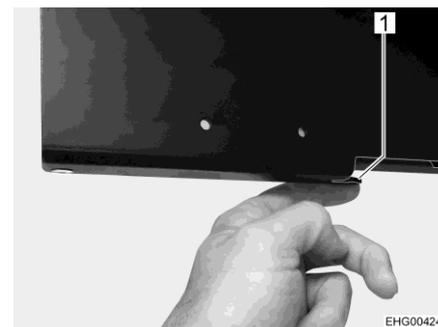

Fig. 85 Sbloccaggio del meccanismo a rotazione
- Per ruotare lo schermo piatto nella posizione desiderata: Premere la leva nera (Fig. 85,1) verso il basso sulla piastra estraibile e ruotare lo schermo piatto.